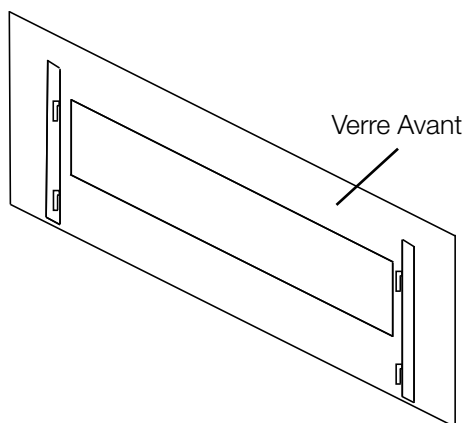

Fig. 4-2
- B. Soigneusement soulevez le verre de l'appareil (**Fig. 4-2**).